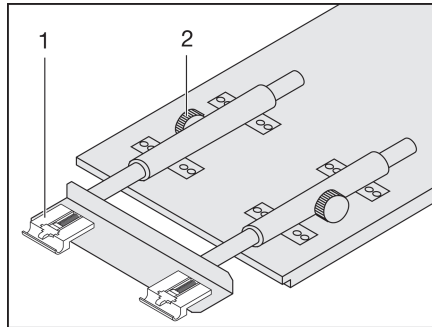

Fig. 79 Agrandir la table suspendue
- Desserrer les vis moletées (Fig. 79,2).
- Soulever légèrement le plateau de table à l'avant et l'extraire jusqu'à la butée. La rallonge de table (Fig. 79,1) est complètement sortie.
- Soulever légèrement le plateau de table à l'avant et le repousser jusqu'à la butée. La rallonge de table (Fig. 79,1) est complètement rentrée.